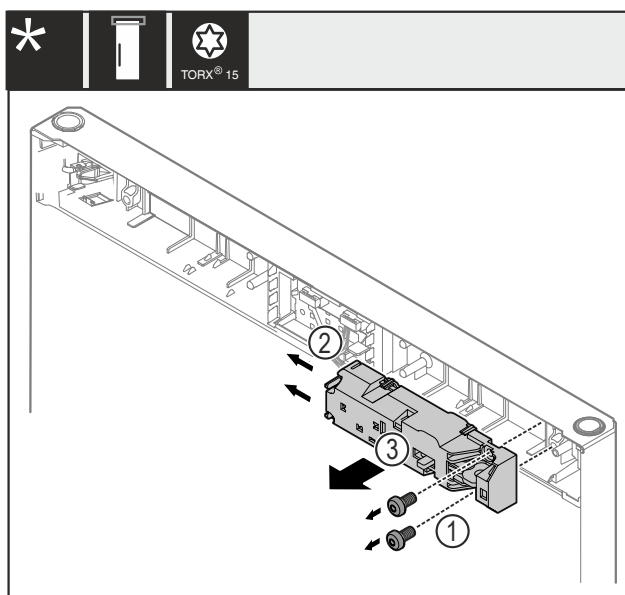

Fig. 20
- ▶ Зніміть гвинти Fig. 20 (1).
- ▶ Фіксуювальний виступ Fig. 20 (2) відтиснути вбік і зняти дистанційний замок Fig. 20 (3).